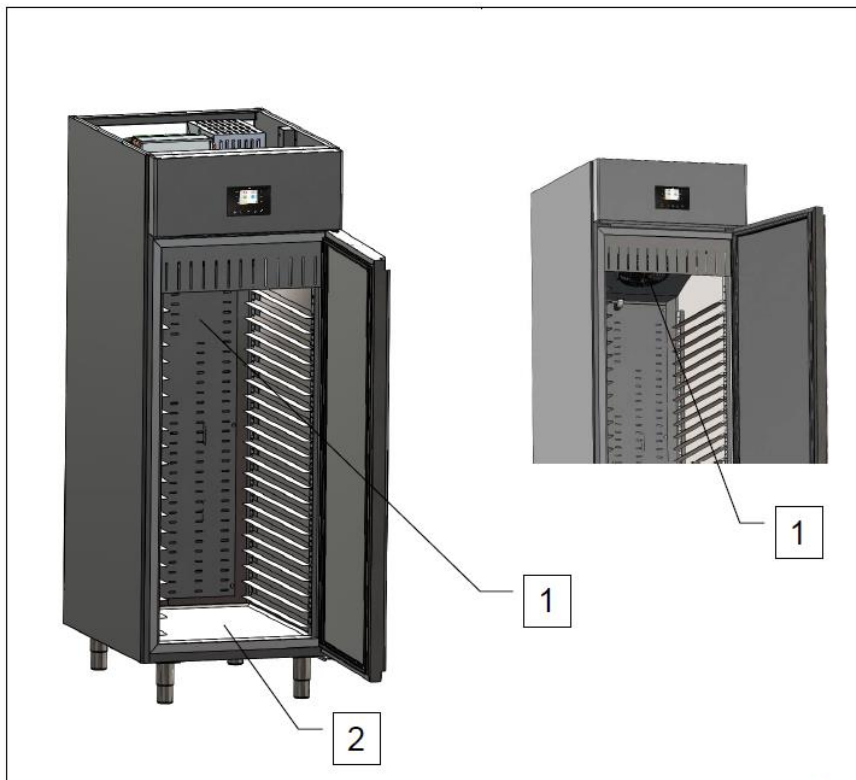

Fig. 4
- z zatkanyimi kanałami powietrza (poz. 1 rys. 4);
- z wszelkimi produktami spożywczymi (żywność lub napoje) umieszczonymi w pobliżu wewnętrznych kratek wentylacyjnych (poz. 1, rys. 4) lub bezpośrednio na dnie szafy (poz. 2, rys. 4).